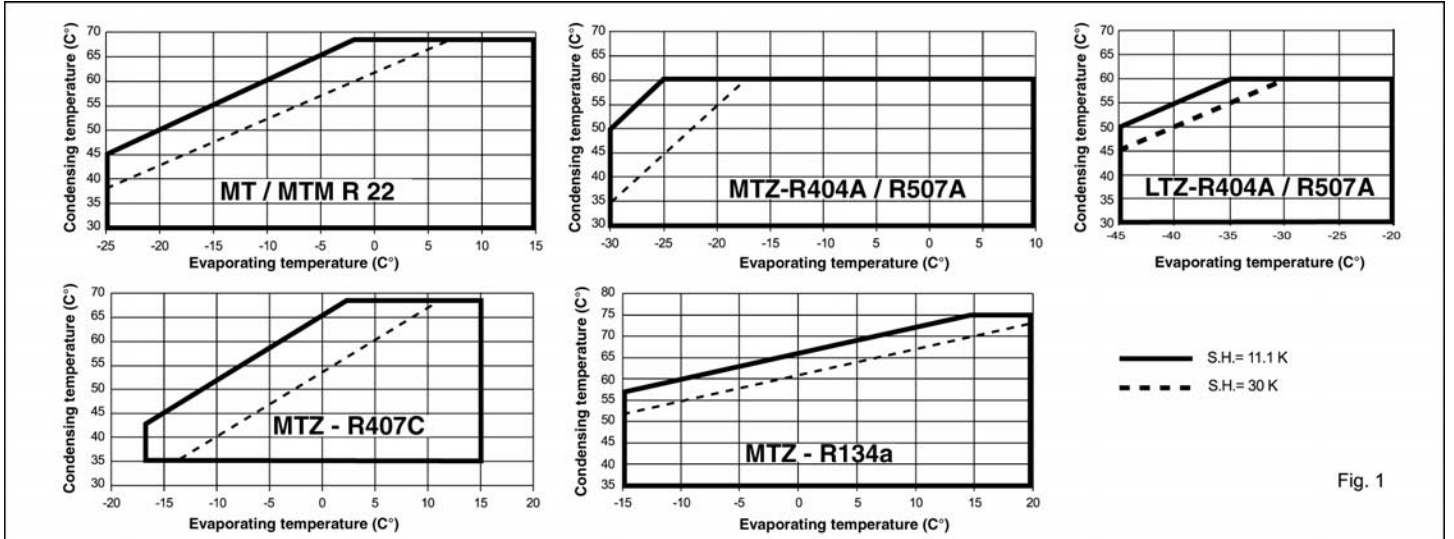

Fig. 1
• Les compresseurs Maneurop® doivent uniquement être utilisés dans le cadre de leur plage d'application spécifique (voir Figure 1) et en conformité avec les guides et recommandations d'application publiés par le constructeur.